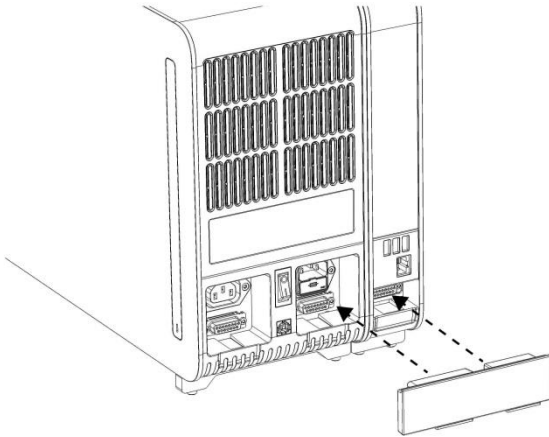

Abbildung 5: Anschließen des Analyse-/Betriebsmodul-Verbindungsstücks
5. Schließen Sie das Analyse-/Betriebsmodul-Verbindungsstück an der Rückseite des QIAstat-Dx Analyzer 1.0 an, um das Analyse und das Betriebsmodul miteinander zu verbinden (Abbildung 5).